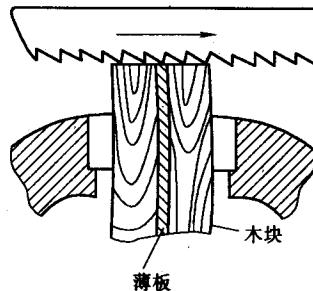

图 1-6 锯削薄板材料
(1) 操作方法及技巧 薄板材料在进行锯削加工时极易产生三种情况：钩挂锯条齿；薄板产生变形；锯削时产生颤动。为防止钩挂锯条齿，锯削薄型板材就要使用细齿锯条。采用如图 1-6 所示的方法锯削薄板，可以有效地防止锯削时薄板产生弯曲和颤动。锯削操作时，可将薄板料夹持在两块废木板的中间，将工件连同木板一起锯开。
(2) 操作禁忌 薄板锯削时为防止锯条齿钩挂板材，禁忌使用粗齿锯条。但使用细齿锯条时，必须及时注意清理镶嵌在锯条齿缝中的金属屑，不宜一味地提高锯削的速度，而忽略锯削的质量和安全。一旦出现锯条被折断而更换新锯条时，也不宜直接使用新的锯条继续锯削，而应将原锯缝扩大后，才能使用新锯条继续锯削操作。